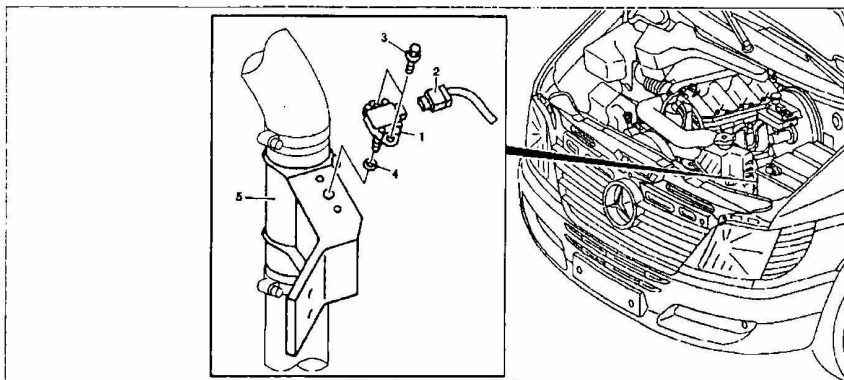

Рис. 40. Снятие и установка датчика давления нагнетаемого воздуха:
1. Отсоедините разъем проводки 2 от датчика давления нагнетаемого воздуха 1 (рис. 40).